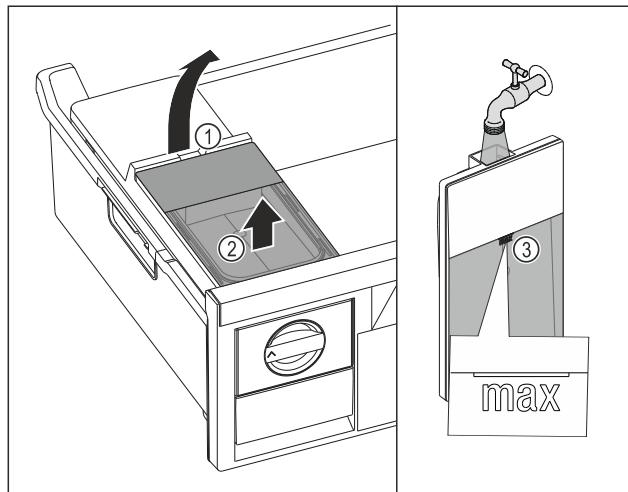

Fig. 103
- Поднимите бак для воды за выемку Fig. 103 (1).
- Извлеките бак для воды движением вверх. Fig. 103 (2)
- Наполните бак для воды питьевой водой до отметки Fig. 103 (3).